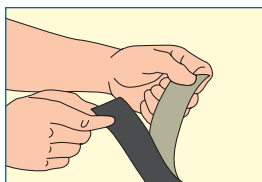

Figure 3
- Décoller légèrement la feuille de protection du produit à l'une des extrémités. Éviter de contaminer l'adhésif avec les doigts (**Fig. 3**) ;